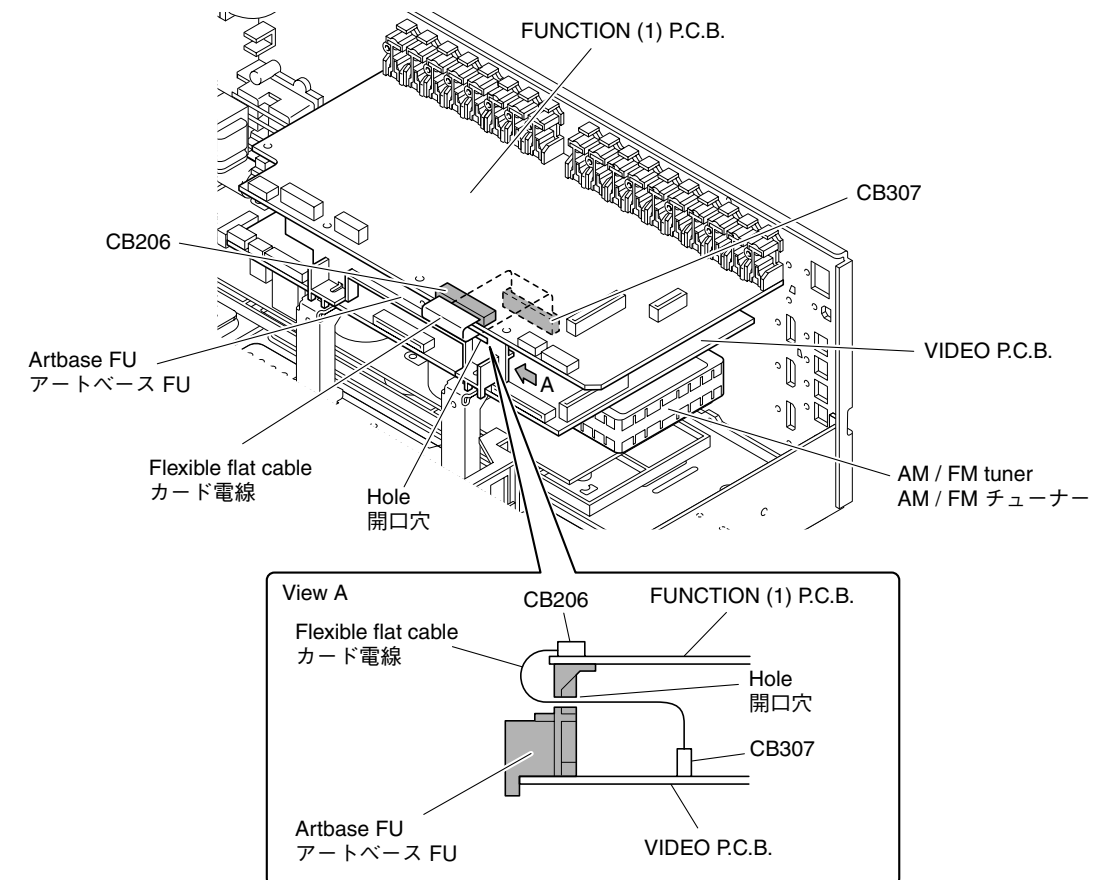

Fig. 7
\* When installing the FUNCTION (1) P.C.B., be sure to pass the flexible flat cable between CB206 (FUNCTION (1) P.C.B.) and CB307 (VIDEO P.C.B.) through the hole in the artbase FU before connecting it. (Fig. 7)
※ FUNCTION(1)P.C.B.を取り付ける場合は、必ずCB206 (FUNCTION(1)P.C.B.)-CB307 (VIDEO P.C.B.)間のカード電線をアートベースFUの開口穴に通してから接続してください。(Fig. 7)